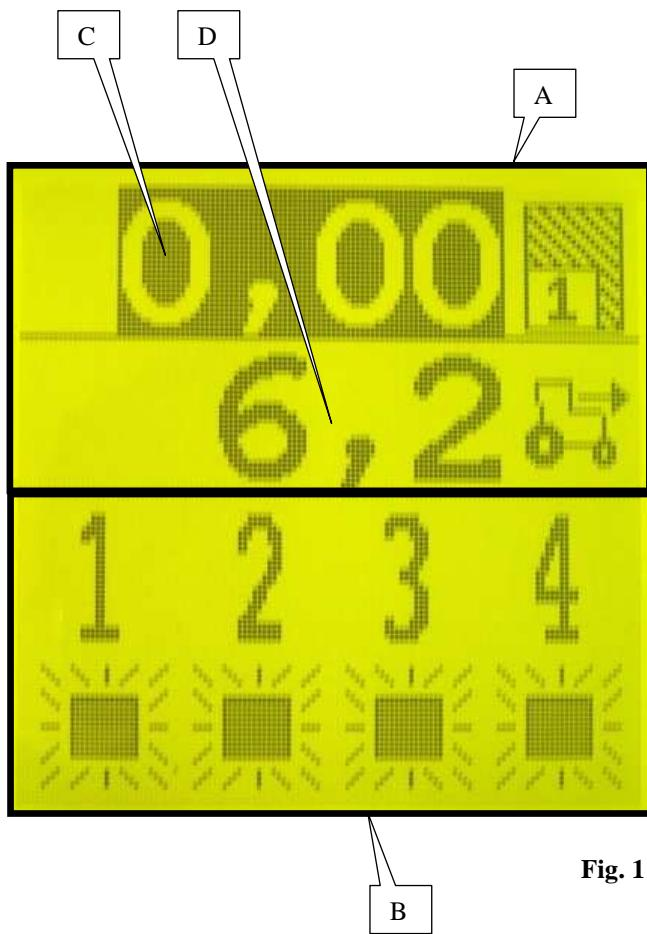

Fig. 1
a) sottoprogramma configurazione console (Fig. 1)
In modalità programmazione, evidenziare il quadrante  e confermare con  . Appare la visualizzazione (Fig. 1).
Après la mise sous tension de la console, l'écran principal (Fig. 1) qui correspond au mode utilisation apparaît. Cet écran est divisé en deux parties, la partie supérieure A et la partie inférieure B.
- C : compteur de surface partiel 1 (Fig. 1)
- D : vitesse d'avancement (Fig. 1)
After switching on the main screen (Fig. 1) appears which relates to user mode.